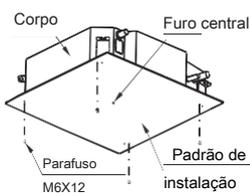

Fig.5-8
- 2 Após a instalação do corpo da unidade, coloque o modelo de instalação em papel na unidade com os parafusos (M6 x 12) para determinar antecipadamente as dimensões e posições do furo aberto no teto. (Consulte a Fig. 5-8)